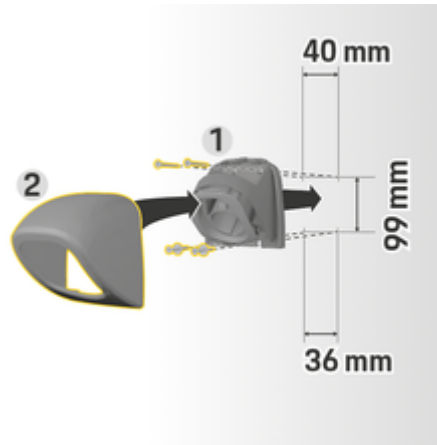

Fig. 28 Cotes de perçage
1. Retirez le support de prise 1 du couvercle (Fig. 28) 2 (Fig. 28).
4. Vissez le support de prise 1 (Fig. 28) dans le mur.
5. Placez le couvercle 2 (Fig. 28) sur le support de prise 1 (Fig. 28) par le bas et pressez vers le haut.